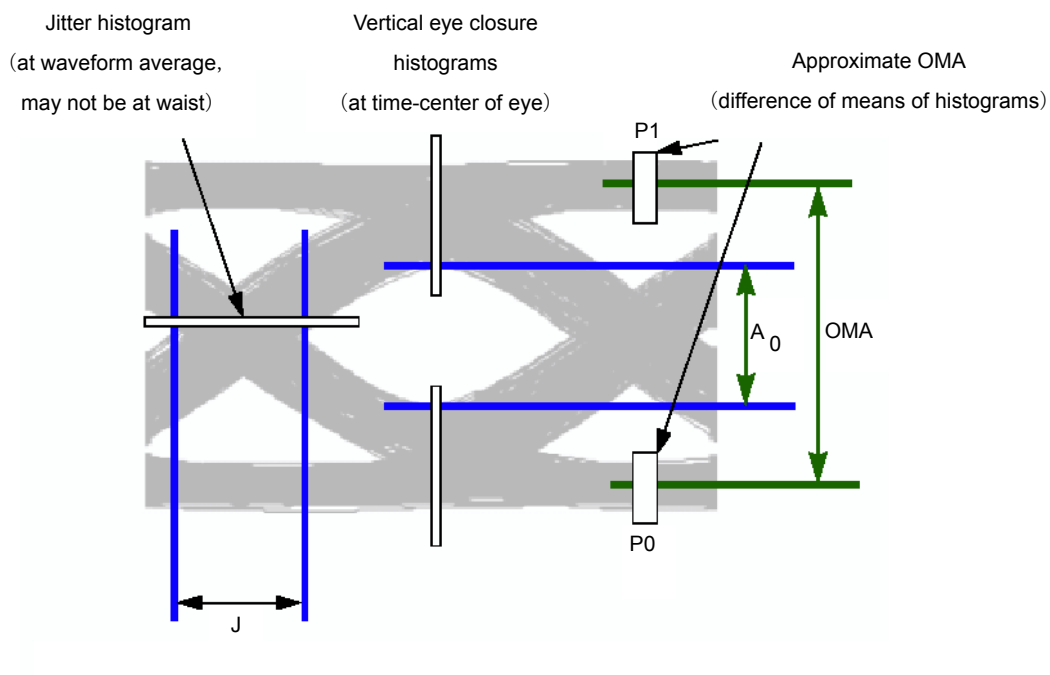

図 5.1.4-1 VECP 測定図
3. 図 5.1.4-1 に示すように時間軸におけるクロスポイント間の中心点での Histogram 分布を測定し、この分布が 99.9%を含む範囲を Voh/Vol それぞれに対して求めたアイ開口が A_0 となります。